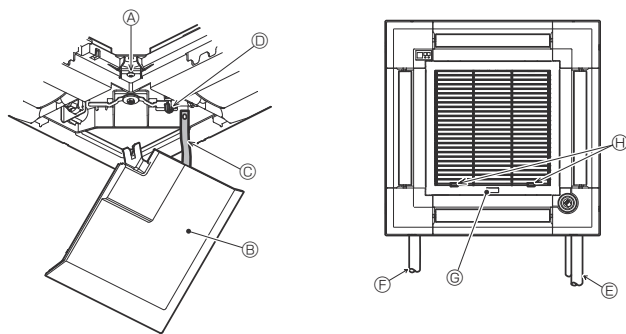

Fig. 9-12
9.5. Πώς τοποθετούνται οι γρίλιες εισαγωγής αέρα (Fig. 9-12)